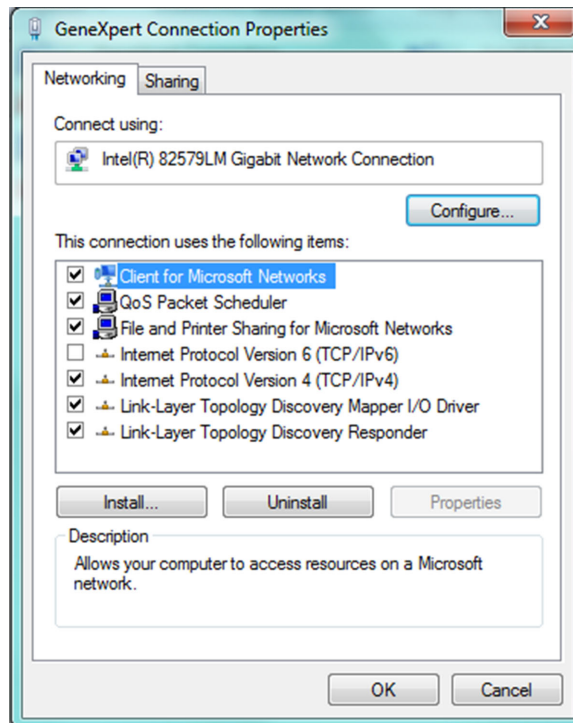

Figure 2-41. GeneXpert Connection Properties screen (Écran Propriétés de la connexion GeneXpert)
7. Sélectionner **Propriétés (Propriétés)** dans le menu déroulant. L'écran montré dans la Figure 2-41 s'affiche.